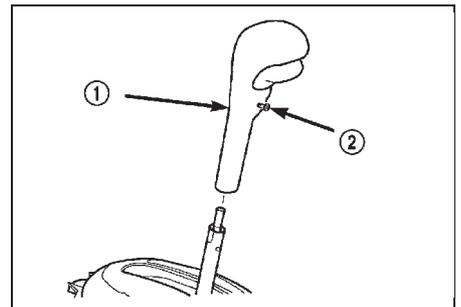

Рис. 17. Снятие и установка рукоятки селектора. 1 - рукоятка, 2 - винт крепления.
(1) Ослабьте винт крепления и снимите рукоятку селектора (рис. 17).